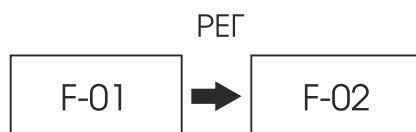

Рисунок 11. Изменение рабочей частоты.
10. Для изменения рабочей частоты металлодетектора удерживайте нажатой в течение 5 секунд кнопку «ВВОД». На индикаторе появится надпись «F-01» как показано на рис. 11. Используйте кнопку «РЕГ» для изменения рабочей частоты (от 1 до 12) и кнопку «ВВОД» для сохранения выбранного значения и перехода в рабочий режим металлодетектора.